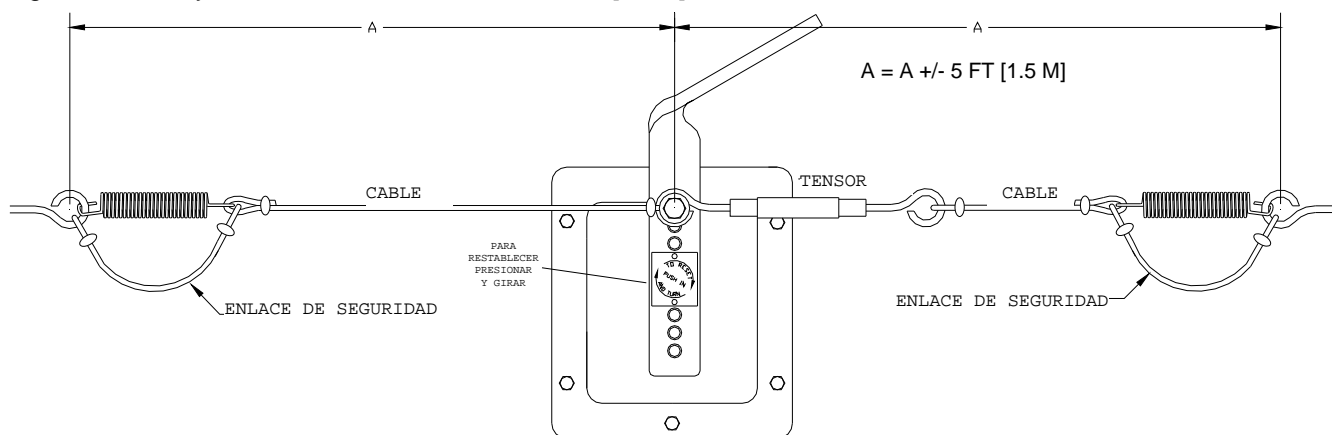

Figura 4: Resorte del cable
9. Mueva el brazo indicador a la derecha hasta que se bloquee. Tire del cable derecho en el resorte hasta que el resorte esté a 5,5" (140 mm) de largo (vea la Figura 4). Ajuste la abrazadera del cable.